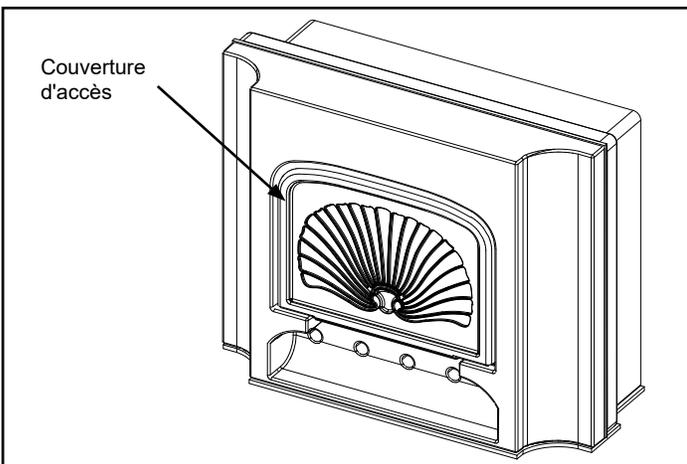

Figure 5.6 - Repérez la couverture d'accès.
1. Repérez le couvercle d'accès dans la partie centrale arrière de l'unité. (Figure 5.6)